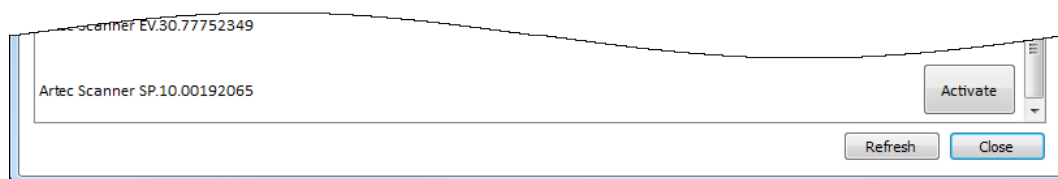
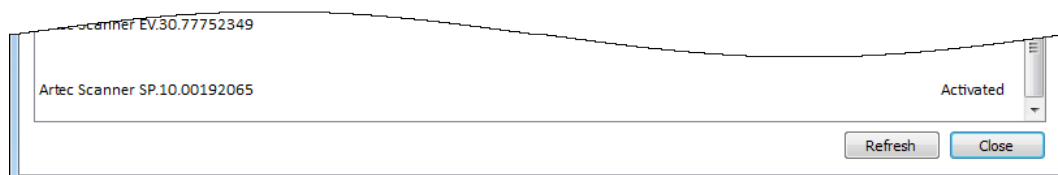

Рис. 4.4: Кнопка Активировать для 3D-сканера
Рис. 4.5: 3D-сканер активирован
1. Запустите Artec Installation Center (через меню Пуск: нажмите *Пуск* → *Все программы* → *Artec Group* → *Artec Installation Center*), откроется окно, как на Рис. 4.4.
3. Перейдите к окну Artec Installation Center, нажмите кнопку *Обновить* и дождитесь, пока новый сканер появится в разделе *Сканеры* (см. Рис. 4.4). Чтобы активировать ваш 3D-сканер, нажмите кнопку *Активировать* (справа от серийного номера сканера). Состояние сканера будет изменено на *Активирован*, как показано на Рис. 4.5.